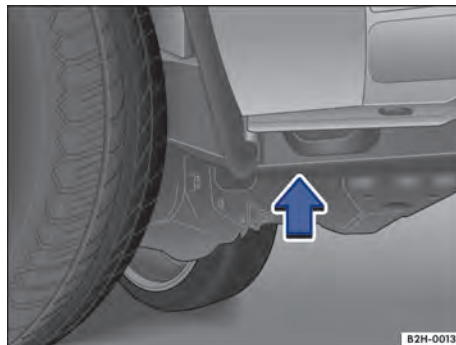
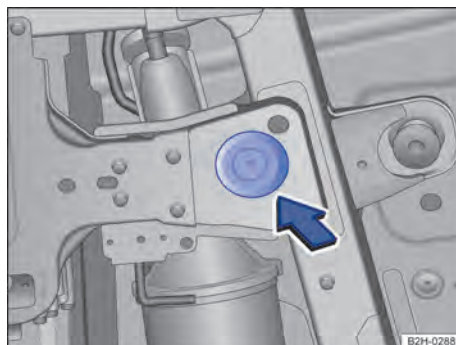
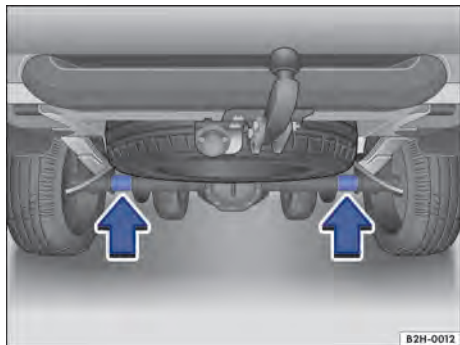

Fig. 213 Desde el lateral: punto de apoyo para el gato en la parte delantera.
Fig. 214 Desde abajo: punto de apoyo para el gato en la parte delantera.
Fig. 215 Puntos de apoyo para el gato en la parte trasera.
Coloque el gato únicamente en los puntos que se indican → fig. 213 (visto desde un lateral) o → fig. 214 (visto desde abajo).
Coloque el gato únicamente en los puntos de apoyo que se muestran → fig. 215 (flechas).
3. Busque en la parte delantera → fig. 213 o trasera → fig. 215 el punto de apoyo para el gato que esté más cerca de la rueda que haya que cambiar.